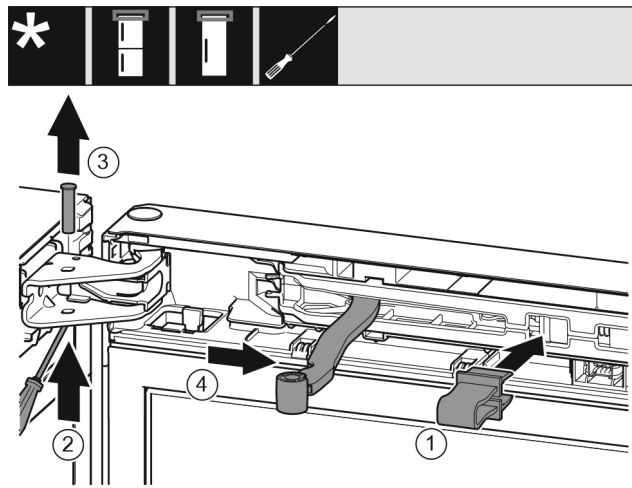

Fig. 9
► Borging in de opening klikken. Fig. 9 (1)
► Bout met schroevendraaier eruit schuiven. Fig. 9 (2)
► Bout vanaf de bovenkant eruit halen. Fig. 9 (3)
► Scharnier in de richting van de deur draaien. Fig. 9 (4)